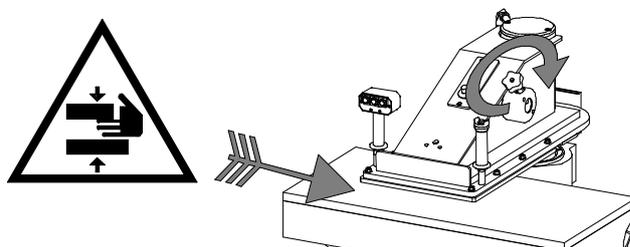

Fig. 10
a) La manivelle sur le côté droit du bras sert à régler sa course. En la tournant en sens horaire comme indiqué par la flèche (Fig. 10), le bras descend; au contraire le bras monte.